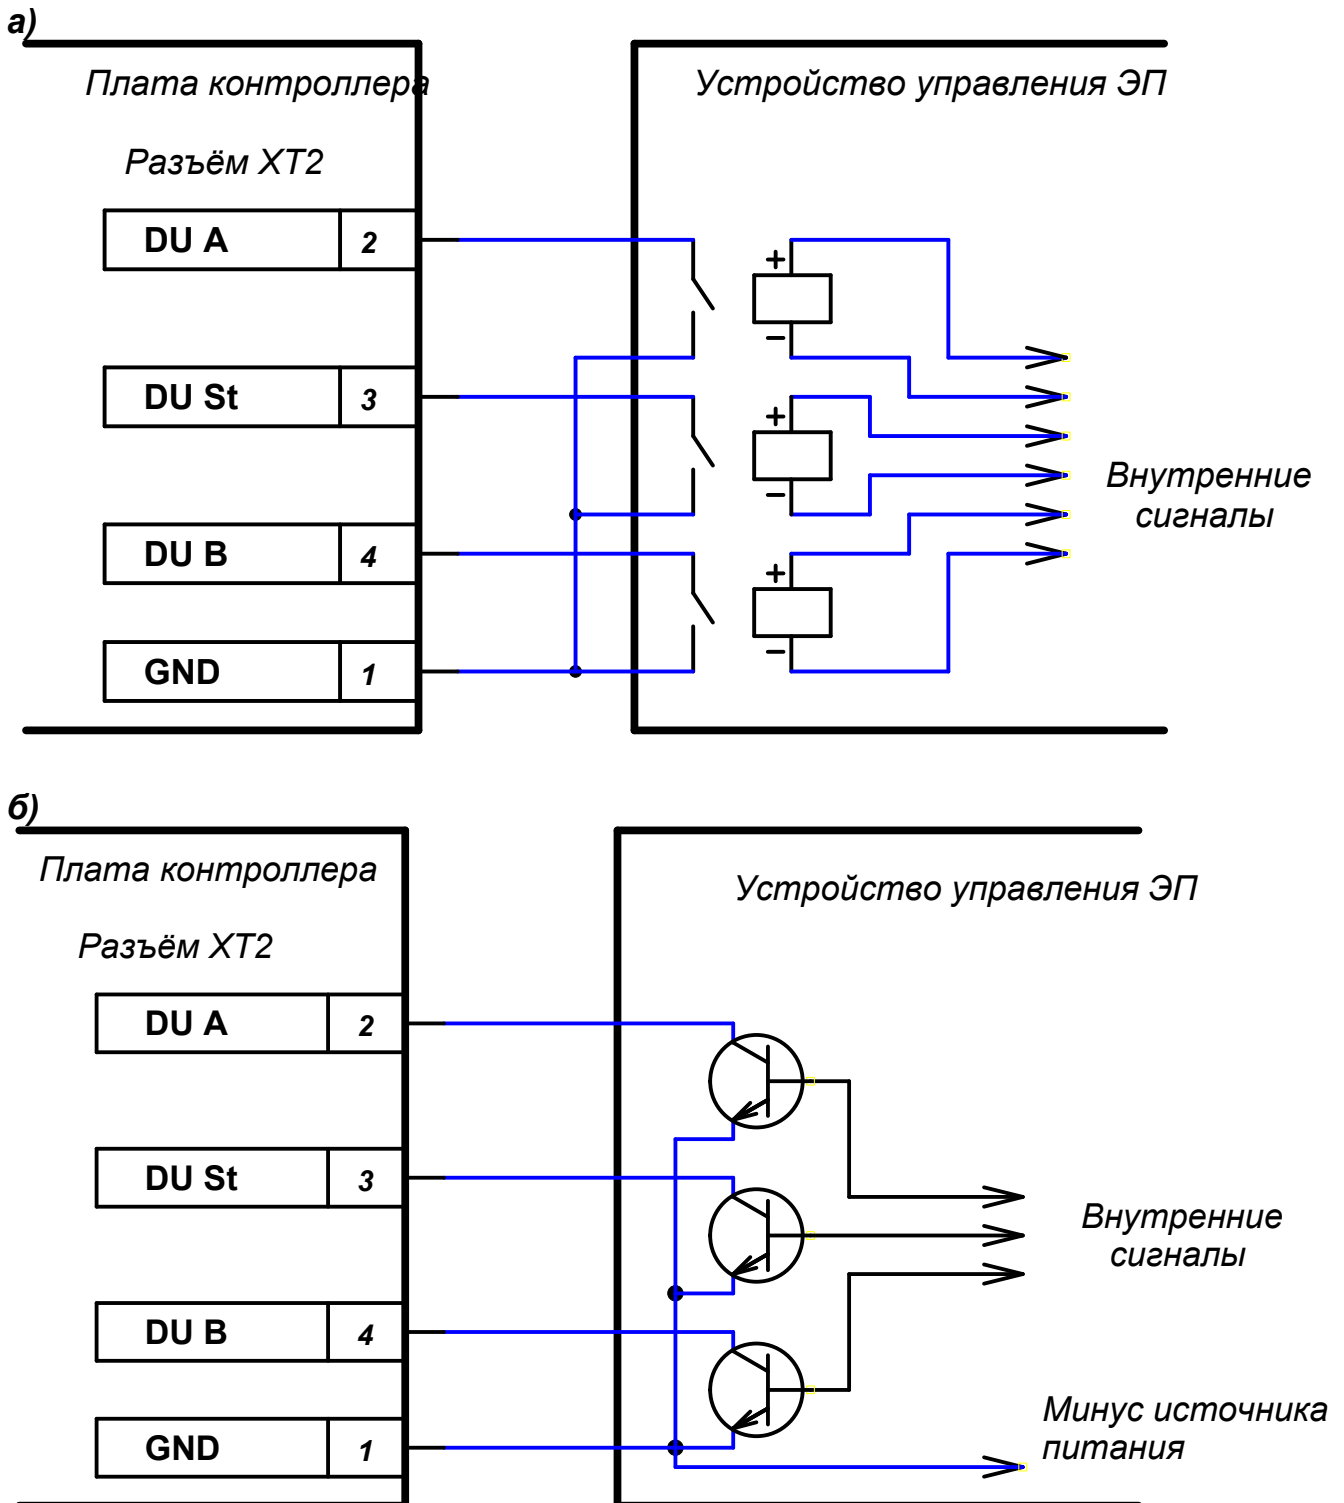

Рисунок 4 – Управляющие элементы устройства управления ЭП:
5.4.2 Управление ЭП осуществляется подачей на контакты клеммной колодки “XT2” платы контроллера DUA, DUS_t и DUB сигнала низкого уровня относительно контакта GND, при этом управляющим элементом могут быть нормально разомкнутый контакт реле или схема с открытым коллекторным выходом (см. рисунок 4).